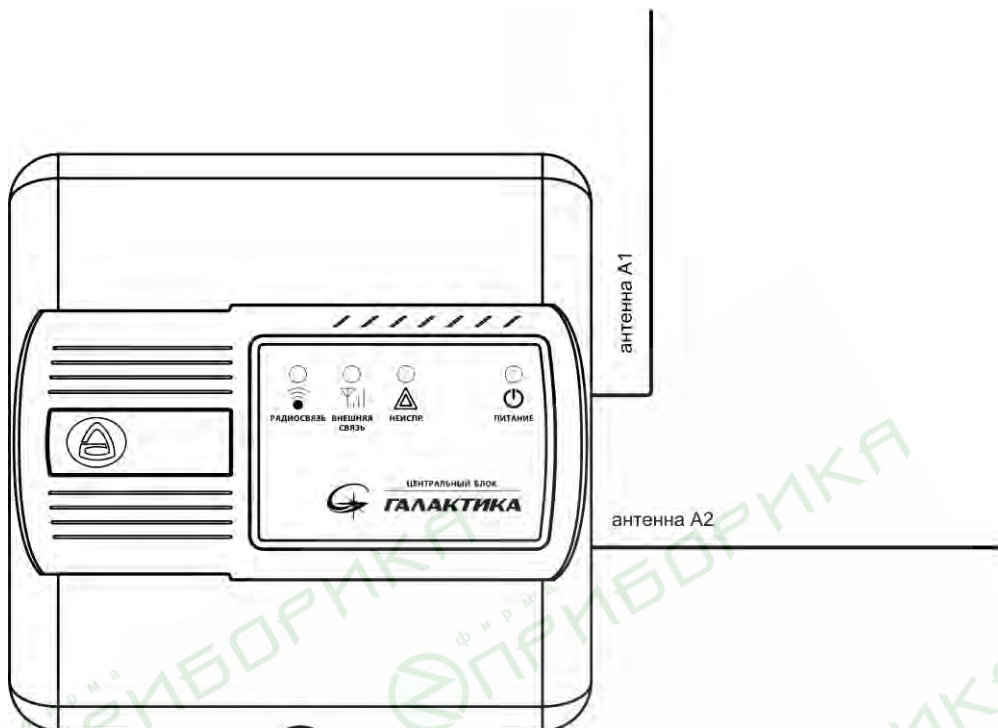

Рис.1 Общий вид ЦБ с подключенными антеннами
3.1.1 На панель индикации ЦБ (см. рис.1) выведены светодиодные индикаторы: контроля состояния питания - «ПИТАНИЕ» и контроля связи и неисправностей в системе – «РАДИОСВЯЗЬ» (связь с r/y), «ВНЕШНЯЯ СВЯЗЬ» (GSM канал) и «НЕИСПР.» (описание индикации – см.п. 3.5).